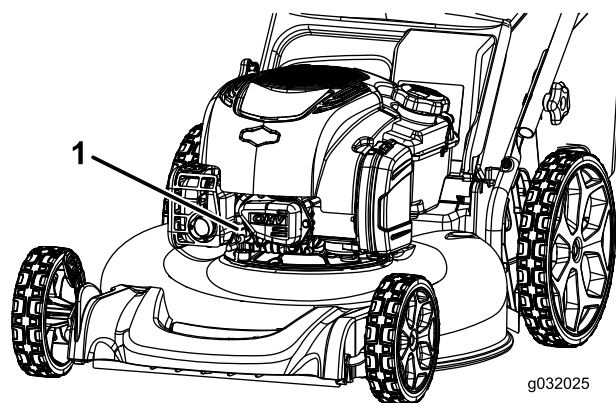

**Figura 18**
2. Scollegate il cappello dalla candela (Figura 18).